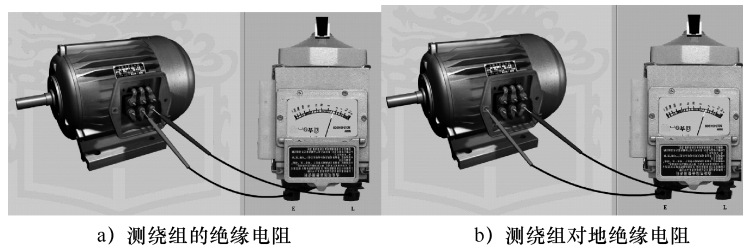

图 2-14 电动机绕组绝缘测量的接线方法
1) **测量电动机绕组绝缘电阻**时，将 E、L 端分别接于被测的两相绕组上；测量电动机绕组对地的绝缘电阻时，将 L 端与绕组连接，E 端与电动机的金属外壳（即接地）连接，如图 2-14 所示。